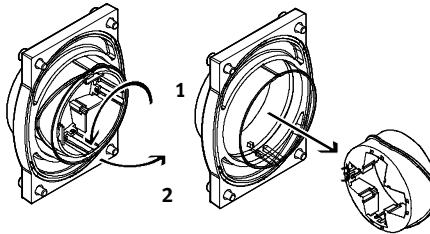

图 10: 取下指示环
- 将指示环转动 90° (参见图 10)。
- 将指示环重新放入传感器盒的盖中。请按拆卸相反的顺序进行 (→ 也参见图 10)。